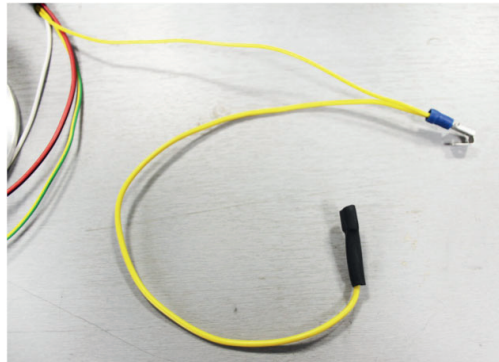

Abb.8
- ▶ Entfernen Sie den Anschlussstecker des gelben Kabels der Zündanlage und verbinden es zusätzlich mit dem gelben Kabel des Kits mittels abgebildetem Kabelschuh. Abb.8